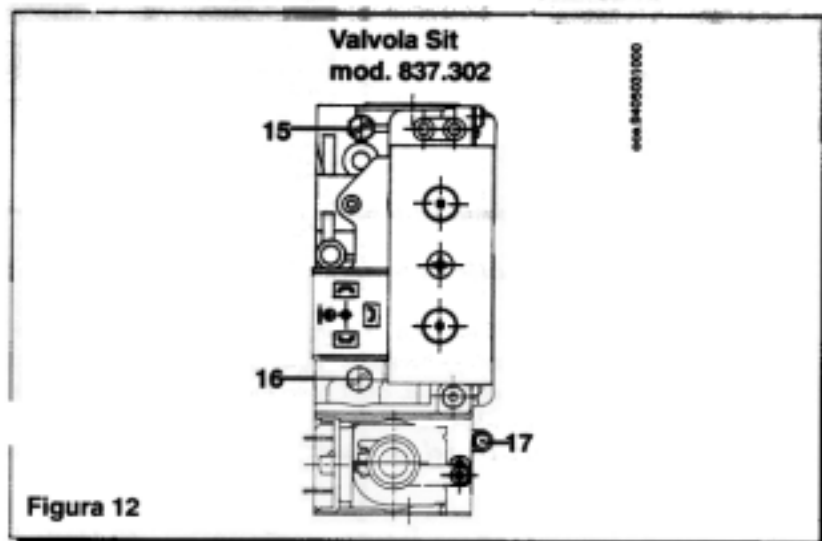

Figura 12
- collegare la presa di pressione positiva di un manometro differenziale, possibilmente ad acqua, alla presa di pressione (15) della valvola del gas (figura 12 a pagina 27). Collegare la presa negativa dello stesso manometro ad un apposito "T" che permetta di collegare insieme la presa di compensazione della caldaia, la presa di compensazione della valvola del gas (17) ed il manometro stesso. (Una pari misura può essere effettuata collegando il manometro alla presa di pressione (15) e senza il pannello frontale della camera stagna);
- aprire il rubinetto gas e ruotare la manopola (3) predisponendo la caldaia in posizione Estate (☀️ ☁️);
- verificare che la pressione dinamica di alimentazione della caldaia, misurata alla presa di pressione (16) della valvola del gas (figura 12 pagina 27) sia quella corretta (30 mbar per il gas butano, 37 mbar per il gas propano o 20 mbar per il gas naturale);
- conectar la toma de presión positiva de un manómetro diferencial, posiblemente de agua, a la toma de presión (15) de la válvula del gas (figura 12 pág. 27). Conectar la toma negativa del mismo manómetro a un especial "T" que consienta conectar entre ellos la toma de compensación de la caldera, la toma de compensación de la válvula del gas (17) y el manómetro mismo. (Se puede efectuar una medición equivalente conectando el manómetro a la toma de presión (15) y sin el panel frontal de la cámara estanca); Una medición de la presión en los quemadores efectuada con métodos diferentes a los descritos podría resultar incorrecta, dado que no tomaría en cuenta la depresión creada por el ventilador en la cámara estanca.
- abrir el grifo gas y hacer girar el botón (3) predisponiendo la caldera en posición Verano (☀️ ☁️);
- controlar que la presión dinámica de alimentación de la caldera, medida en la toma de presión (16) de la válvula del gas (figura 12 en página 27), sea correcta (28 mbar para el gas butano, 37 mbar para el gas propano o 20 mbar para el gas natural);
- ligar a tomada de pressão positiva de um manómetro diferencial, possivelmente de água, à tomada de pressão (15) da válvula do gás (figura 12 pág. 27). Ligar a tomada negativa do mesmo manómetro a um especial "T" que permita ligar a tomada de compensação da caldeira, a tomada de compensação da válvula do gás (17) e o próprio manómetro. (Uma medição igual pode ser efectuada ligando o manómetro à tomada de pressão (15) e sem o painel frontal do compartimento estanque. Uma medição da pressão aos queimadores efectuada com métodos diferentes dos descritos pode resultar falseada, pois pode não considerar a depressão causada pelo ventilador no compartimento estanque.
- abrir a torneira do gás e rodar o botão (3) predispondo a caldeira na posição Verão (☀️ ☁️);
- verificar que a pressão dinâmica de alimentação da caldeira, medida na tomada de pressão (16) da válvula do gás (figura 12 na página 27) seja a correcta (30 mbar para o gás butano, 37 mbar para o gás propano ou 20 mbar para o gás natural);